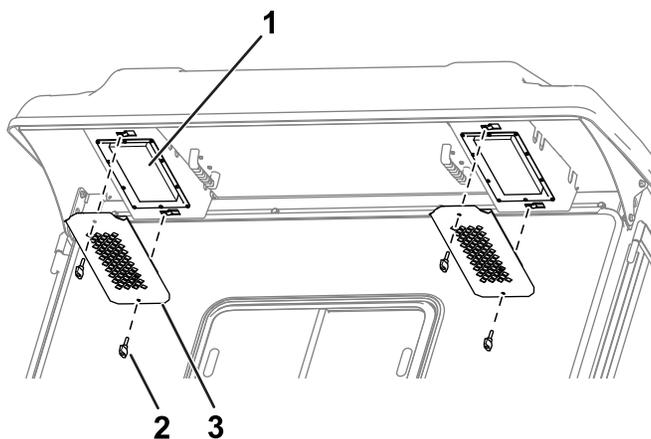

Figura 82
1. Togliete manopole e grate dalla sporgenza posteriore della cabina (Figura 82).
4. Utilizzate le manopole e le grate per montare i filtri sulla cabina (Figura 82).